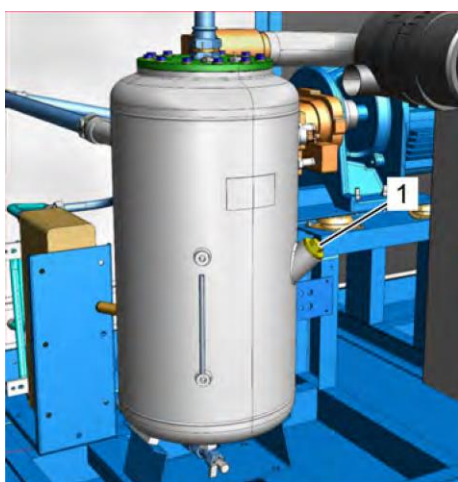

Рис. 33: Резьбовая пробка наливного отверстия
6. → Удалите резьбовую пробку наливного отверстия на баке для воды (Рис. 33/1).